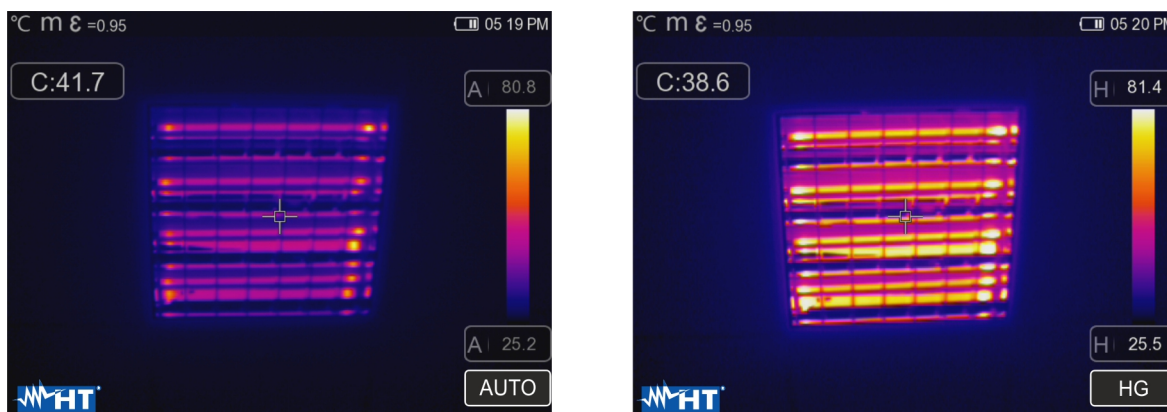

Fig. 42: Impostazione modi Automatico e Istogramma
- Modo **Istogramma (HG)** → i livelli minimo e massimo di temperatura dell'oggetto inquadrato a display sono sempre definiti automaticamente, come nel modo Auto, da parte dello strumento ma in tal caso sono messi in particolare risalto le zone dell'immagine in cui i valori delle temperature sono molto diverse da quelli delle zone adiacenti. La relazione tra la temperatura e il colore della tavolozza è **non lineare** in base ad un algoritmo a istogramma. Questo modo enfatizza la visualizzazione dell'immagine in ambienti di lavoro molto scuri
1. Premere il tasto  oppure toccare l'icona "AUTO" presente nella parte bassa destra del display. Le videate di Fig. 42 mostrano le selezioni dei modi "AUTO" e "HG"